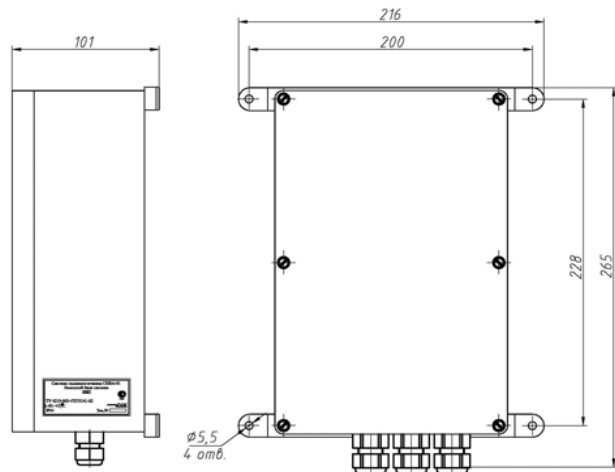

Рис.1
- Внешний вид, габаритные и присоединительные размеры приведены на рис.1.